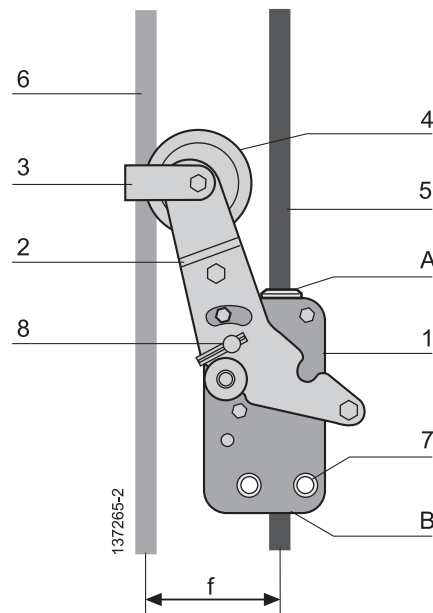

Fig. 2
L'appareil antichute BLOCSTOP™ type BSA (fig. 2) est composé d'un boîtier en acier zingué (rep. 1 fig. 2) et d'un levier en acier zingué pivotant (rep. 2 fig. 2) avec à son extrémité un galet de détection en acier zingué (rep. 4 fig. 2). L'appareil antichute est fixé rigidement à la plate-forme suspendue par ses 2 vis + écrous auto freinés préalablement montés dans les orifices (rep. 7 fig. 2). La rotation du levier (rep. 2 fig. 2) commande l'ouverture ou la fermeture des mâchoires.
Le fonctionnement de l'appareil antichute est automatique, et dépend uniquement de la distance f (voir fig. 2) entre le câble de levage (rep. 6 fig. 2) permettant de lever la plate-forme suspendue et le câble antichute (rep. 5 fig. 2) passant dans le boîtier (rep. 1 fig. 2).
- quand le câble de levage (rep. 6 fig. 2) est tendu, le levier (rep. 2 fig. 2) maintient les mâchoires ouvertes et le câble antichute (rep. 5 fig. 2) coulisse librement dans l'appareil (fig. 7),
- quand le câble de levage (rep. 6 fig. 2) est détendu, le levier (rep. 2 fig. 2) grâce à un ressort de rappel à l'intérieur du boîtier (rep. 1 fig. 6) bascule et provoque le serrage des mâchoires sur le câble antichute (rep. 5 fig. 2). L'arrêt de la plate-forme suspendue est instantané du côté où l'appareil antichute est installé.
Le basculement du levier (rep. 2 fig. 2) peut être causé par :
IMPORTANT : chaque appareil antichute est réglé en usine (position du levier rep. 2 fig. 2 par rapport au boîtier rep. 1 fig. 2) à l'aide d'une vis et d'un écrou de blocage. Il est interdit de modifier le réglage du levier par rapport au boîtier.
Le guide-câble en acier zingué (rep. 3 fig. 2) permet d'assurer que le câble de levage (rep. 6) soit toujours en contact avec le galet (rep. 4 fig. 2).